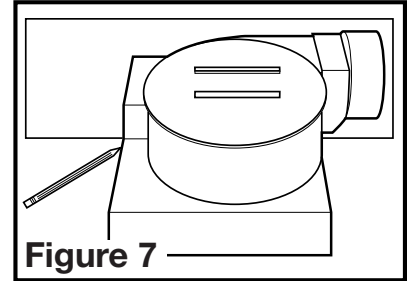

Figure 7
- Positionner le cabinet contre la solive ou le montant et tracer le contour du cabinet sur le matériau du mur / plafond. Mettre le cabinet de côté et découper l'ouverture, en prenant bien soin de ne pas couper ou endommager d'utilité électrique ou dissimulée (Figure 7).